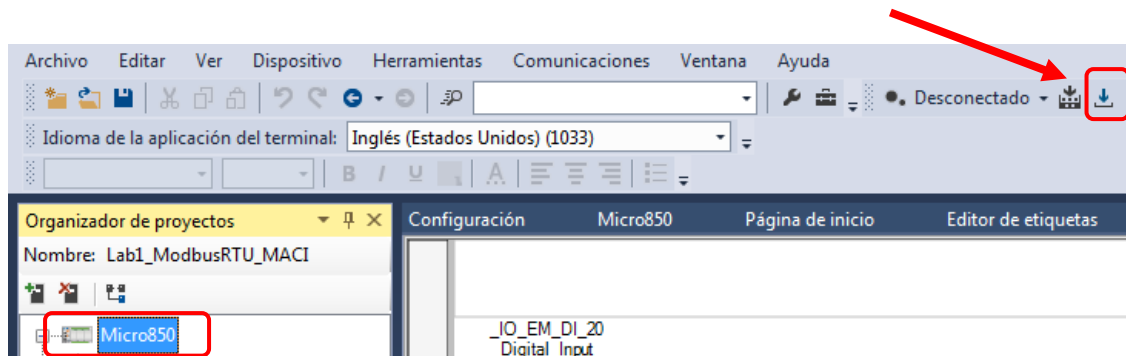

Ilustración 13: Descarga de un programa al Micro 850
3. Seleccionar al controlador “Micro850” en la ventana “Organizador de proyectos”, luego dar clic en el ícono que se indica en la Ilustración 13, el cual nos permitirá descargar el programa al controlador.